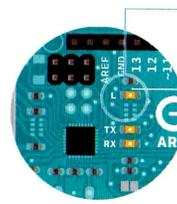

Fig. 2
- 7 Qualche secondo dopo la fine dell'upload, dovresti vedere il LED giallo accanto alla L iniziare a lampeggiare. Vedi la Fig. 2. **Se funziona, congratulazioni! Hai programmato con successo l'Arduino per far lampeggiare il suo LED!**